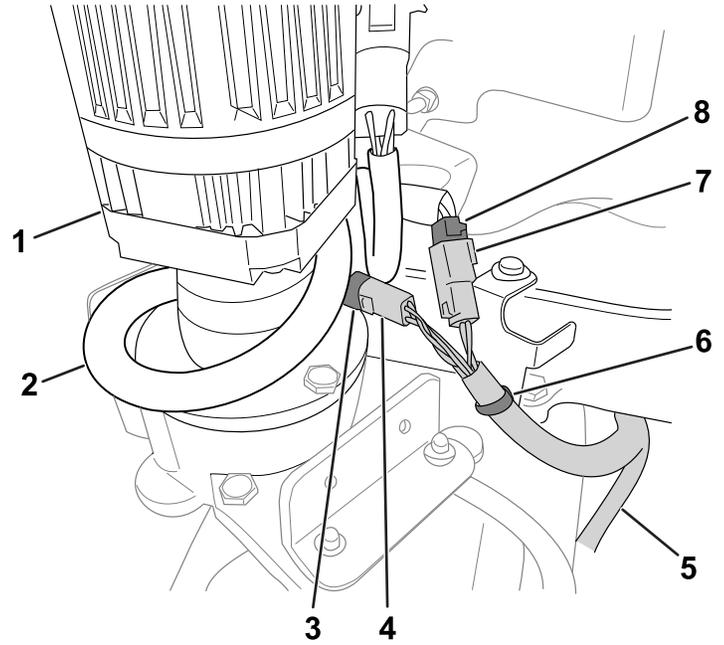

Figura 6
4. Dirija los conectores del arnés de cables de kit restantes hacia el motor de dirección (Figura 6)
5. Conecte la fijación del montaje a presión en el arnés de cables del kit al soporte, tal y como se muestra en la Figura 6.
6. Conecte los conectores del arnés de cables del kit a los conectores del arnés de cables de la máquina (Figura 6):
8. Enrolle la holgura extra del arnés de cables de la máquina alrededor del motor de dirección, tal y como se muestra en la Figura 6.